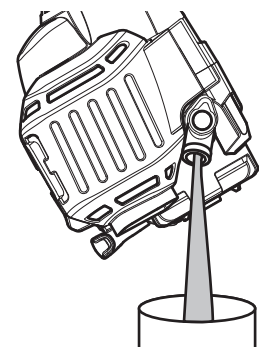

Fig. 36
3. Incline la unidad verticalmente para verter el aceite fuera del orificio de llenado de aceite y al interior del recipiente (Fig. 36). Deje bastante tiempo para que se drene completamente.